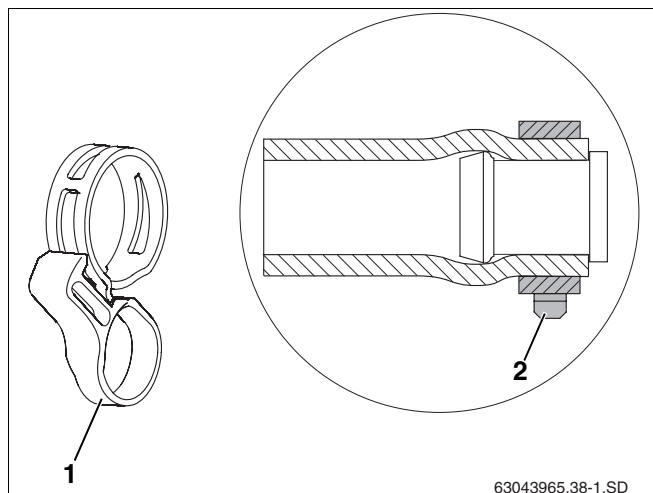

Fig. 36 Fascetta elastica con anello di sicurezza dopo il montaggio al tappo cieco premontato
- La fascetta elastica deve assolutamente essere portata nella giusta posizione (fig. 36, **pos. 2**) prima della rimozione dell'anello di sicurezza (fig. 36, **pos. 1**). Un allentamento eseguito in un secondo tempo con delle tenaglie potrebbe infatti diminuire la forza di serraggio.